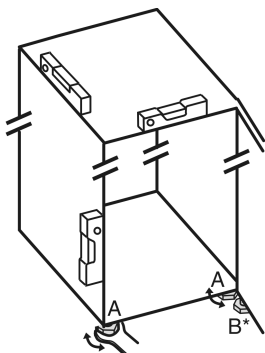

Fig. 48
- ▶ Odvrtnite podesive nožice Fig. 48 (A) priloženim viličastim ključem i libelom prema van dok uređaj ne stoji čvrsto i ravno.
- ▶ Odvijte podesivu nožicu Fig. 48 (B) na podlošku ležaja priloženim viličastim ključem dok se ne podupre o pod.
- ▶ Nastavite okretati podesivu nožicu Fig. 48 (B) za 90°.